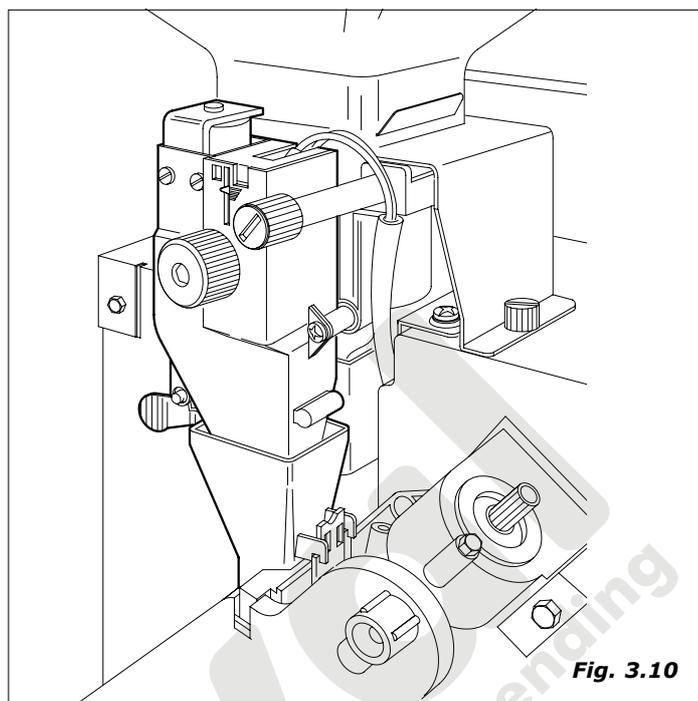

Fig. 3.10
- Se activa el molinillo hasta moler la dosis de café ajustada en el dosificador (Fig.3.10)